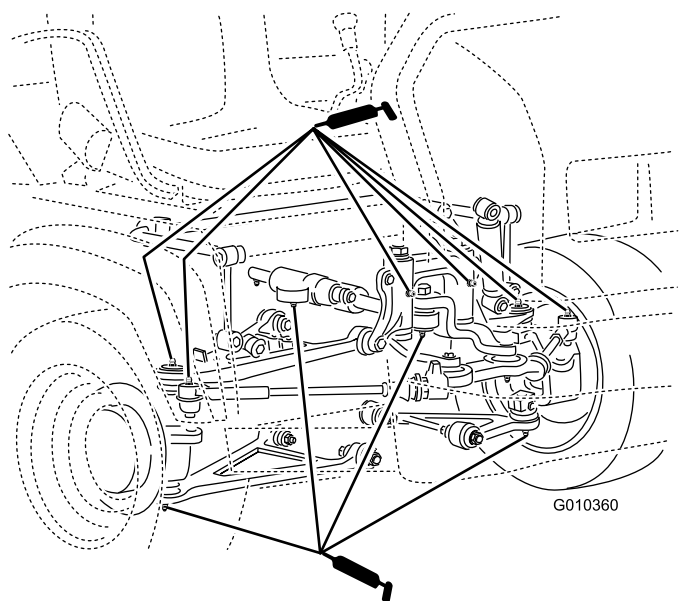

Figura 29
- **Giunti sferici (4);** fate riferimento alla Figura 29
- **Tiranti (2);** fate riferimento alla Figura 29
- **Supporti a perno (2);** fate riferimento alla Figura 29
- **Cilindro dello sterzo (2);** fate riferimento alla Figura 29